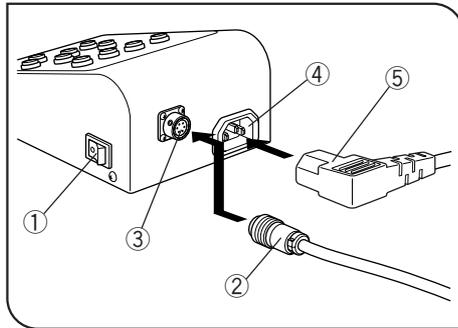

図 5
(図5,6)
- ▲ SZX2-RHSのメインスイッチ①を○(OFF)にして、ケーブルおよび電源コードの接続を行ってください。
- 1) 照明ユニットのケーブルコネクタ②をハンドスイッチSZX2-RHSのOUTPUTコネクタ③に確実に差込んでください。(図5)
- 2) SZX2-RHSの電源コード用コネクタ④に電源コードのコネクタ⑤を差込み、電源コードプラグ⑥を電源コンセント⑦に差込みます。